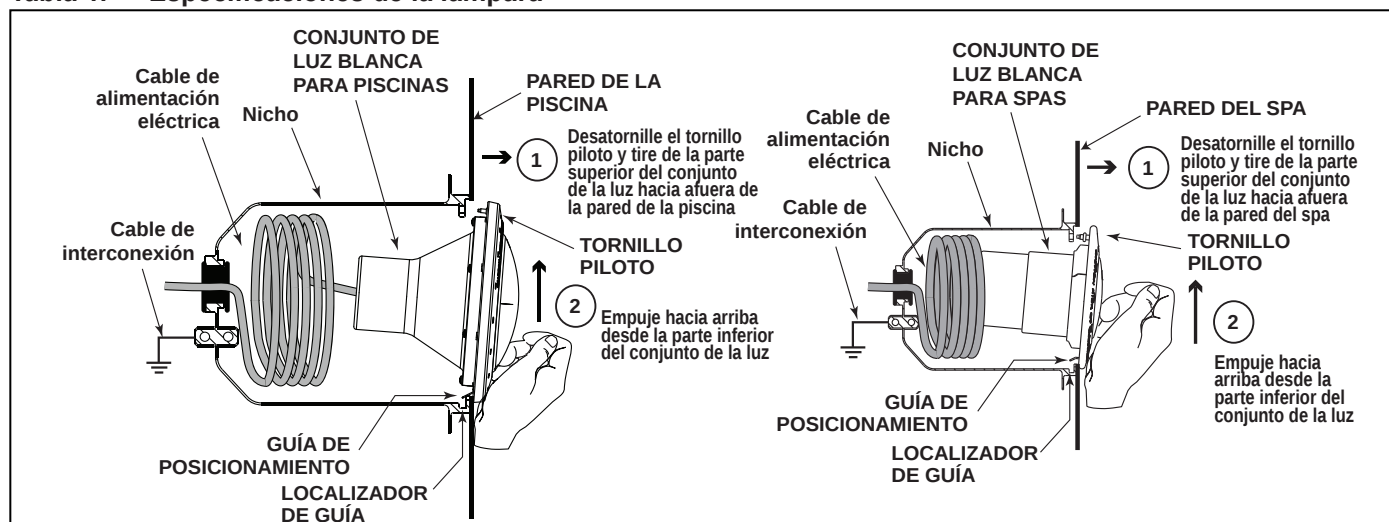

Figura 1. Extracción del conjunto de la luz blanca para piscinas y spas para reemplazar la lámpara
- Una (1) lámpara nueva. Véase la Tabla 1 para las especificaciones.
3. Para retirar el conjunto de la luz, desatornille el tornillo piloto especial en la parte superior del aro frontal, retire el conjunto de la luz del nicho y colóquelo cuidadosamente en el perímetro exterior de la piscina. No es necesario vaciar la piscina o el spa. Véase Figura 1.